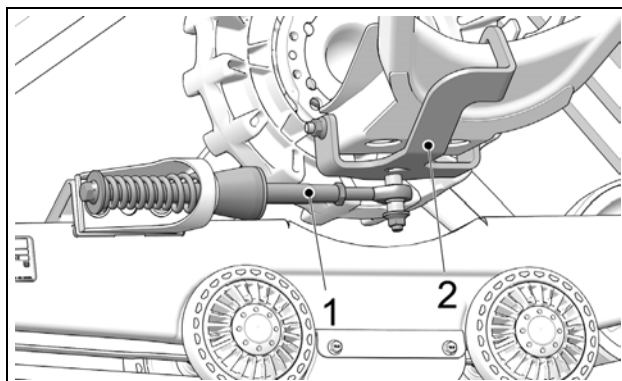

Figure 14
- Le bras stabilisateur (1) doit être fixé à l'ancrage arrière (2) installé au véhicule. Figure 14.